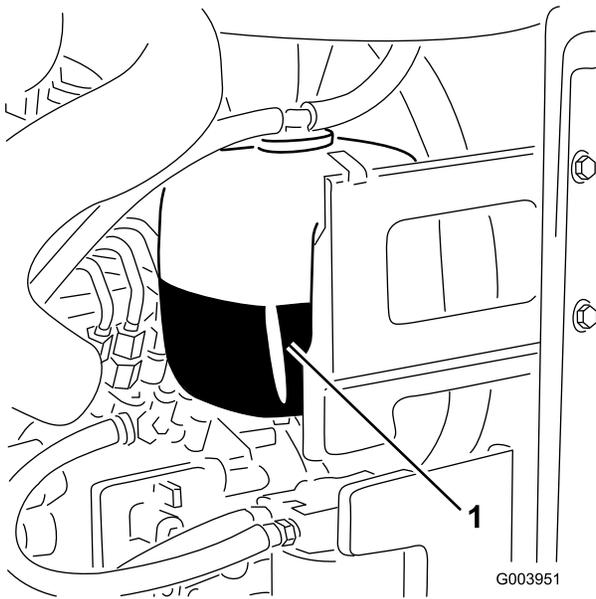

图31
1. 检查膨胀水箱的冷却液液位（图31）。冷却液液位应当介于膨胀水箱侧面的两个标记之间。